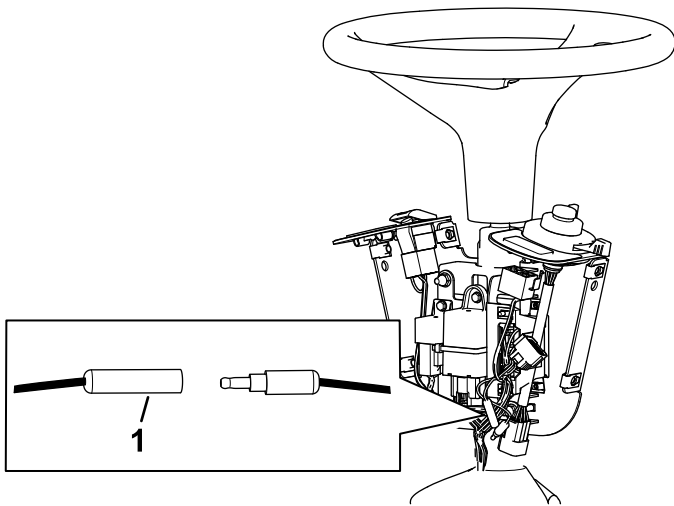

Figura 10
11. Lăsați conectorii sferici deconectați așa cum se arată în **Figura 10**.